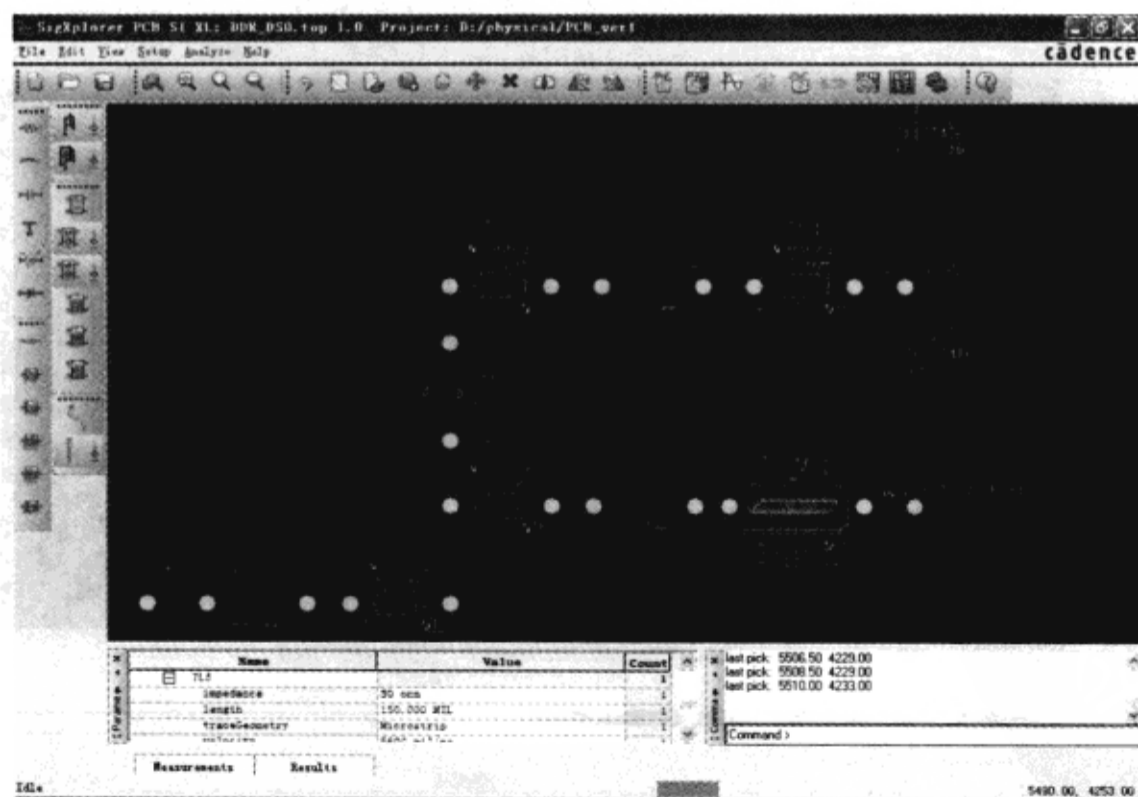

图 3-8-38 更改模型
(5) 在传输线 TL1 模型上单击鼠标左键，选中该模型，执行菜单命令“Edit”→“Delete”，删除原来的传输线 TL1。单击鼠标左键选中 TL\_MS1，执行菜单命令“Edit”→“Move”，将刚添加的 TL\_MS1 移动到原来 TL1 的位置，并将 TL\_MS1 连接到拓扑结构中，如图 3-8-38 所示。